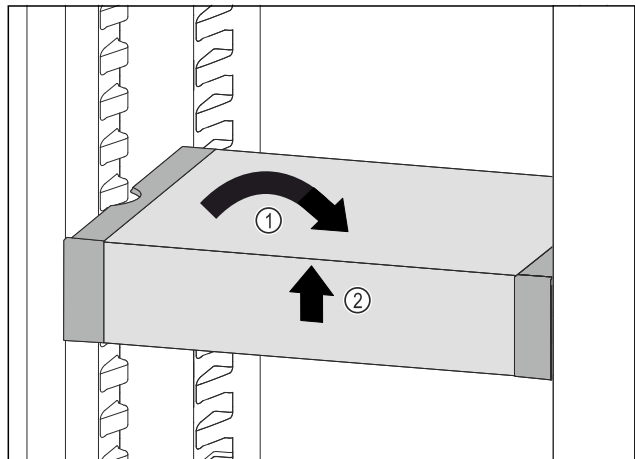

Fig. 192
- ▶ Установите VarioSafe прямо. Fig. 192 (1)
- ▶ Приподнимите VarioSafe спереди. Fig. 192 (2)